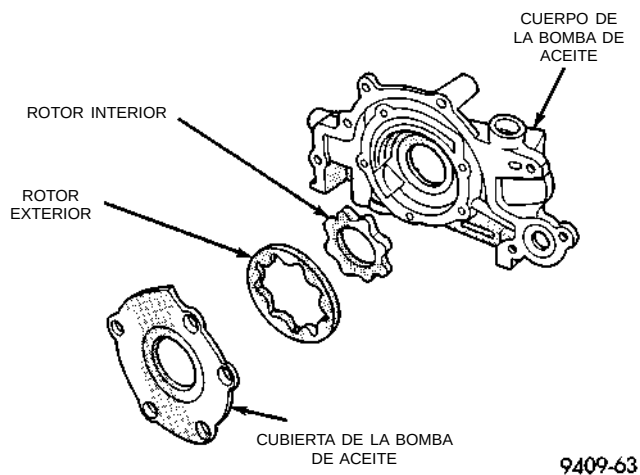

Fig. 90 Bomba de aceite
- (4) Retire los tornillos de la cubierta de la bomba de aceite y levante la tapa.
- (5) Retire los rotores de la bomba.
- (6) Lave todas las piezas con un solvente adecuado e inspeccione con detenimiento si existen averías o desgaste (Fig. 90).